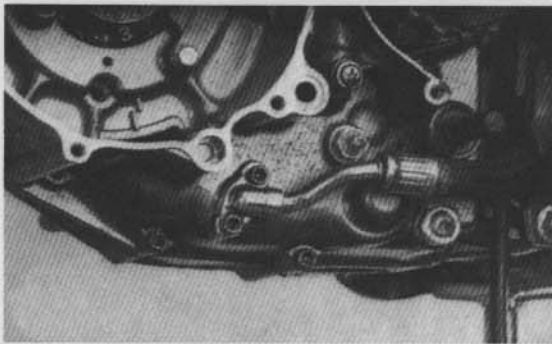

Bild 121
- Ölzu- und Rücklaufleitung demontieren: Jeweils zwei Innensechskantschrauben SW 5 am Flansch ausdrehen und Schlauch abnehmen (Bild 121 und 122). Auf O-Ring im Flansch achten.